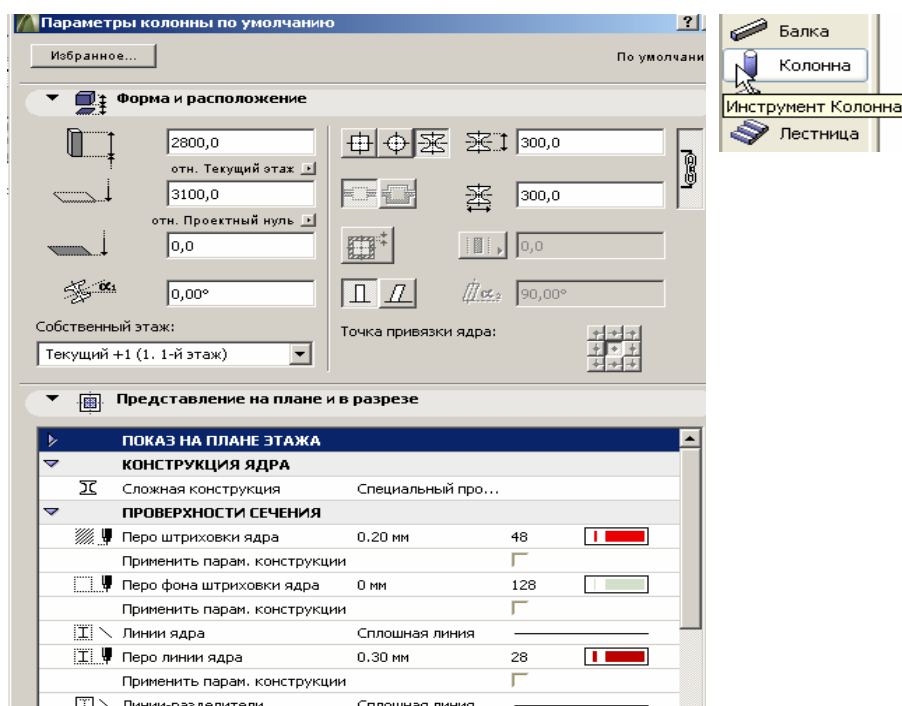

Рис. 109
3. Установите предварительные параметры колонны и ее представление на плане, как это показано на рис. 109.